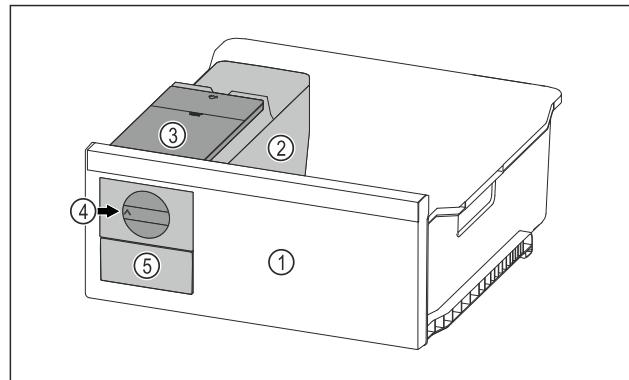

Fig. 68 Ілюстративне зображення
- Поворотну ручку Fig. 68 (4) повернути за годинниковою стрілкою до упору.
- Кубики льоду випадають із ванночки для кубиків льоду Fig. 68 (5). Якщо не всі кубики льоду виймаються з ванночки для кубиків льоду: